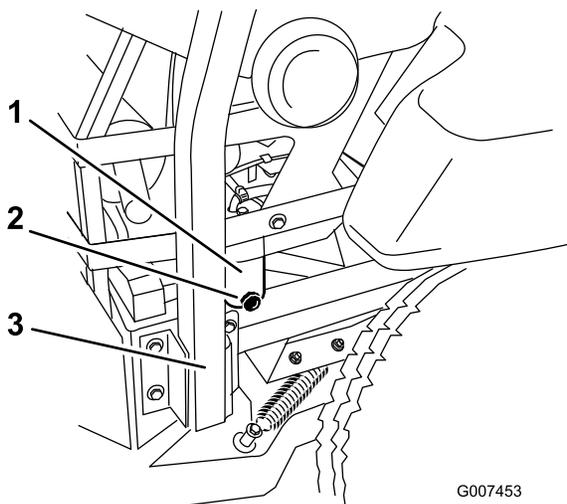

Figure 52
6. Dévissez le robinet de vidange du séparateur d'eau d'un tour environ pour vidanger l'eau et autres contaminants (Figure 52).
7. Fermez le robinet de vidange lorsque le gazole commence à sortir (Figure 52).